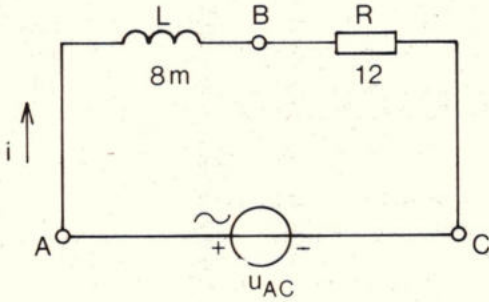

Fig. 11.
9. De wisselspanning  $u_{AC}$  in fig. 11 heeft een amplitude van  $30 \text{ V}$ . De frequentie van deze spanning is  $320 \text{ Hz}$ .